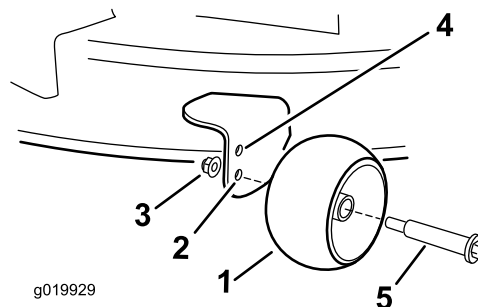

Рисунок 31
- Верхнее отверстие — используйте это положение, когда высота скашивания деки газонокосилки установлена в положение 63 мм и ниже (Рисунок 31).
- Нижнее отверстие — используйте это положение, когда высота скашивания деки газонокосилки установлена в положение 76 мм и выше (Рисунок 31).